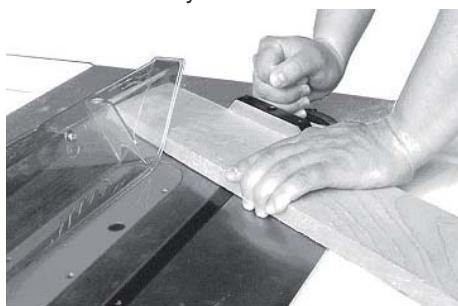

Рис. 35
- Поперечний розпил, що виконується під кутом до пруги заготовки, називається спилювання під кутом 45° (рис. 35).